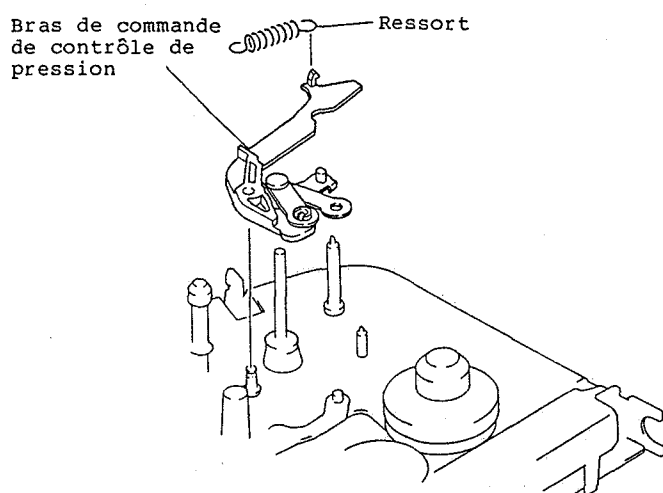

Fig. 2-84
1. Libérer le ressort placé entre le bras de commande de galet-presseur et le châssis. (Se reporter à la figure 2-84)